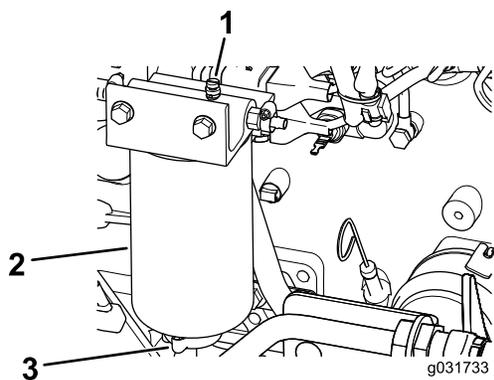

Рисунок 88
2. Ослабьте сливной кран в днище фильтра (Рисунок 88).
2. Ослабив вентиляционную пробку и открыв сливной клапан, слейте некоторое количество топлива (Рисунок 88).